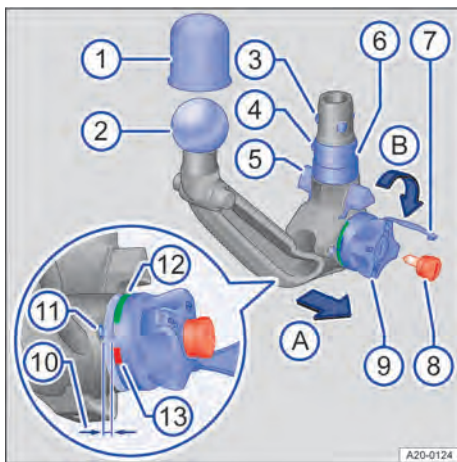

Abb. 158 Übersicht: Abnehmbare Anhängerkupplung.
4. Prüfen, ob die Aufnahme, das Handrad → Abb. 158 ⑨, der Schaft ⑥ und die Verriegelungskugeln ③ der Anhängerkupplung sauber und nicht beschädigt sind → ①. Gegebenenfalls reinigen.
1. Anhängerkupplung unterhalb des Kugelkopfs → Abb. 158 ② mit einer Hand greifen.
2. Schlossabdeckung → Abb. 158 ⑦ vom Schloss abnehmen und den Schlüssel ⑧ in das Schloss stecken.
3. Schlüssel → Abb. 158 ⑧ gegen den Uhrzeigersinn drehen.
4. Mit der anderen Hand das Handrad → Abb. 158 ⑨ in Pfeilrichtung A herausziehen und in dieser Stellung festhalten → ▲.
5. Handrad → Abb. 158 ⑨ bis zum Einrasten in Pfeilrichtung B drehen. Die Anhängerkupplung ist jetzt vorgespannt. Dabei muss die rote Markierung ⑬ vom Handrad zur weißen Markierung ⑪ an der Anhängerkupplung zeigen. Das Handrad steht deutlich sichtbar von der Anhängerkupplung ab. Es ist ein Spalt von etwa 4 mm vorhanden ⑩.
6. Prüfen, ob sich alle Verriegelungskugeln → Abb. 158 ③ vollständig in den Schaft ⑥ der Anhängerkupplung eindrücken lassen.
2. Anhängerkupplung kräftig nach oben drücken, bis sie einrastet. Beide Zentrierungen → Abb. 158 ⑤ müssen in die Aufnahmen am Fahrzeug greifen.
3. Das Handrad → Abb. 158 ⑨ befindet sich jetzt in seiner Ursprungsposition. Es ist kein Spalt mehr zwischen Handrad und Anhängerkupplung vorhanden.
4. Schlüssel → Abb. 158 ⑧ im Handrad im Uhrzeigersinn drehen und abziehen.
5. Das Handrad → Abb. 158 ⑨ darf sich jetzt nicht mehr herausziehen lassen.
6. Schlossabdeckung → Abb. 158 ⑦ auf das Schloss stecken und den Schlüssel in der Staubbox unterbringen.
1. Die grüne Markierung → Abb. 158 ⑫ am Handrad zeigt zur weißen Markierung ⑪ an der Anhängerkupplung.
2. Das Handrad → Abb. 158 ⑨ muss an der Anhängerkupplung anliegen und es darf kein Spalt vorhanden sein.
3. Anhängerkupplung → Abb. 158 kräftig nach unten rütteln oder ziehen. Er muss fest in der Aufnahme sitzen → .
4. Das Schloss muss abgeschlossen und der Schlüssel → Abb. 158 ⑧ abgezogen sein.
5. Die Schlossabdeckung → Abb. 158 ⑦ muss das Schloss im Handrad verdecken.
- Benutzen Sie niemals die Anhängervorrichtung, wenn der kleinste Durchmesser der Kugel → Abb. 158 ② kleiner als 49 mm ist.